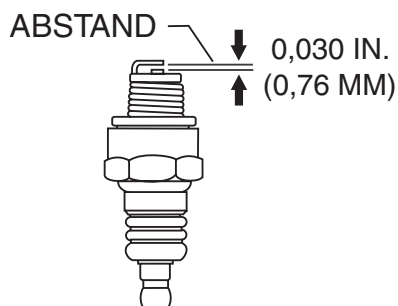

Abbildung 22. Einstellen des Elektrodenabstands an der Zündkerze
5. Messen Sie den Elektrodenabstand der Zündkerze (Abbildung 22) mit einer Fühlerlehre. Falls nötig, den Abstand auf 0,030 Zoll (0,76 mm) einstellen, indem Sie die Elektrode vorsichtig biegen.